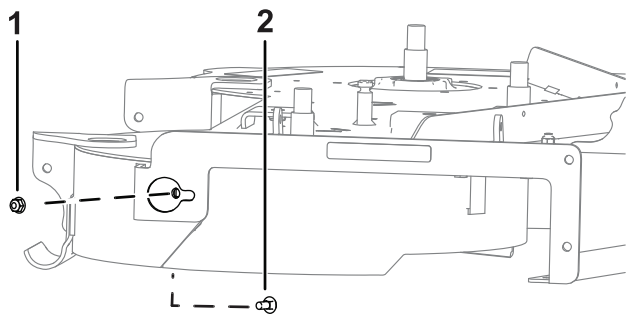

Bild 6
3. Fixez la paroi arrière du déflecteur droit au plateau de coupe à l'aide d'un boulon de carrosserie (5/16" x 3/4") et d'un écrou (5/16"), comme montré à la **Bild 6**.